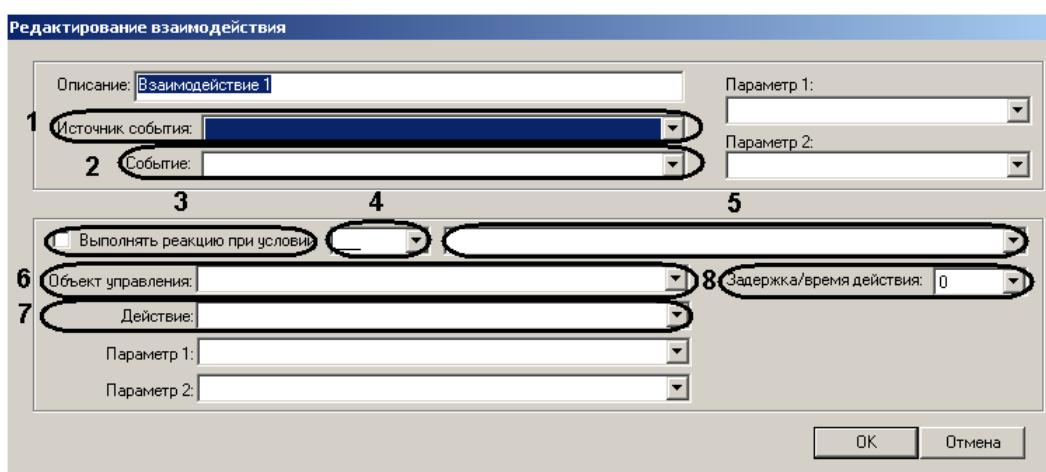

Рис. 3.3-27 Редактирование взаимодействия
Откроется окно **Редактирование взаимодействия** (Рис. 3.3-27).
3. Настроить параметры взаимодействия (см. Рис. 3.3-27, Таб. 3.3-10).